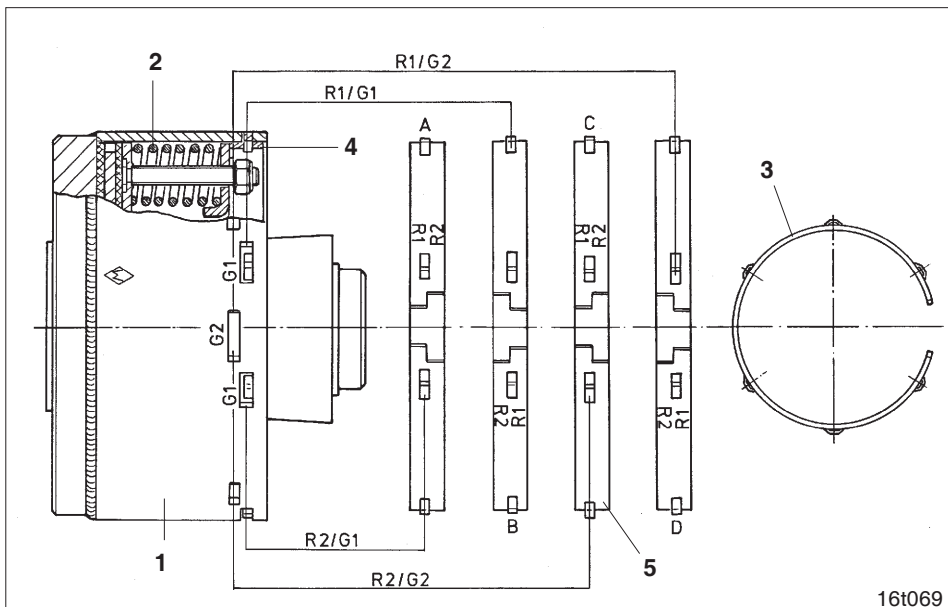

Fig. 19.15
Mit zunehmendem Federdruck (Fig. 19.15/2) erhöht sich das Drehmoment. Der Feder-
druck wird mit einem Stellring (Fig. 19.15/3) eingestellt. Der Stellring (Fig. 19.15/4) ist im Gehäuse der Reibkupplung (Fig. 19.15/1) befestigt. Der Stellring (Fig. 19.15/4) kann in vier Stellungen im Gehäuse eingesetzt werden, und zwar in den Stellungen "A" bis "D" (siehe Fig. 19.15). Im Gehäuse wird der Stellring entweder mit der Stirnseite "R1" oder "R2" außenliegend in den Gehäuseöffnungen G 1 oder G 2 befestigt (siehe Tabelle).
Serienmäßig ist der Stellring bei einem Drehmoment von 1550 Nm in Stellung "C" montiert. Der Stellring (Fig. 19.15/5) ist in den Gehäuseöffnungen G 2 befestigt.
- Stellring (Fig. 19.15/4) demontieren und in der richtigen Stellung (siehe Tabelle) im Gehäuse der Reibkupplung wieder einsetzen. In unserem Beispiel ist der Stellring (Fig. 19.15/5) in Stellung "D" zu bringen und in den Gehäuseöffnungen